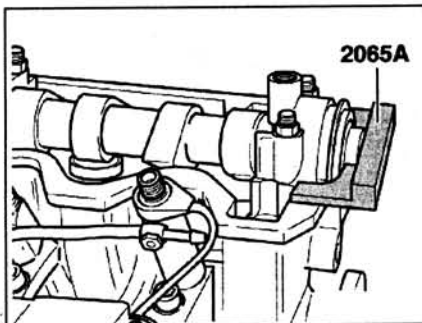

Рис. 2.104. Заблокируйте распределительный вал регулировочной линейкой 2065 А.
18. Заблокируйте распределительный вал регулировочной линейкой 2065 А (рис. 2.104).